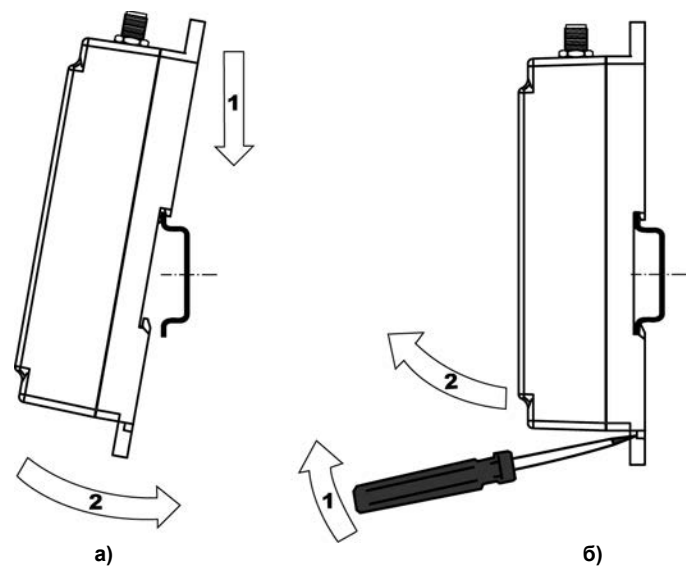

Рисунок 6.1 – Монтаж контроллера с креплением на DIN-рейку
- 3 Контроллер с усилием прижимается к DIN-рейке в направлении, показанном стрелкой 2, до фиксации защелки (рисунок 6.1, а);
- 4 Для съема контроллера с DIN-рейки в проушину защелки вставляется острая отвертка (см. рисунок 6.1, б), и защелка отжимается по стрелке 1, после чего контроллер отводится от DIN-рейки по стрелке 2.